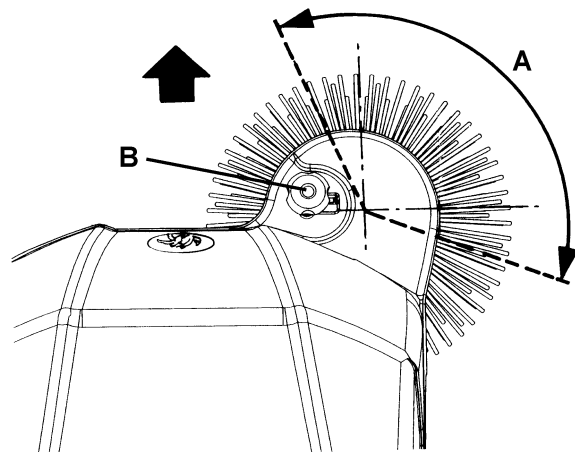

Figure 11
2. Tourner la poignée (B, Fig. 11) dans le sens des aiguilles d'une montre ou dans le sens contraire pour régler la hauteur du sol du balai latéral.